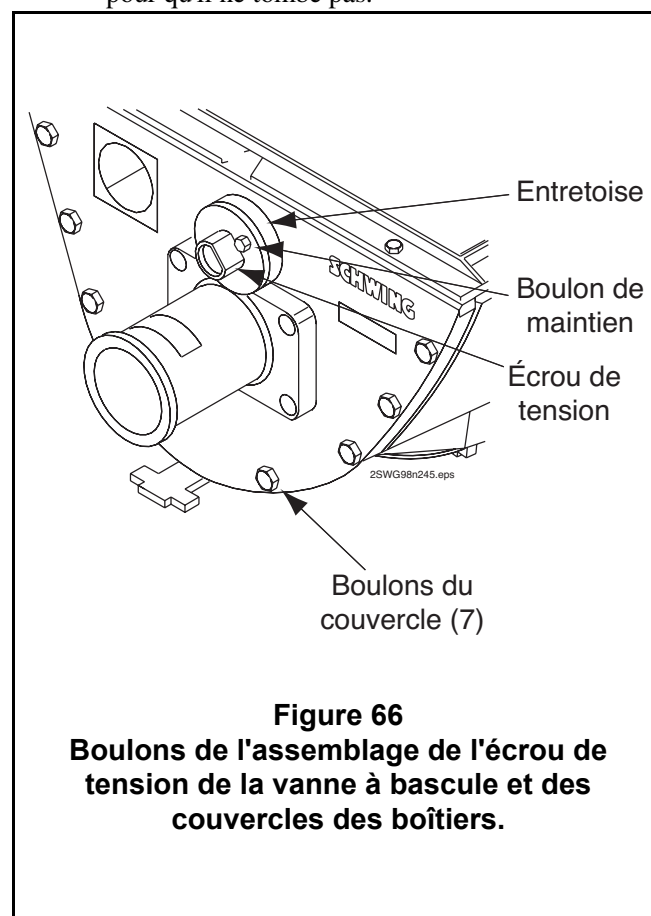

Figure 66
- Une fois par semaine, vérifiez l'écrou de tension de la vanne à bascule pour détecter un jeu éventuel (Figure 66). Pour vérifier cet écrou,
- c. Desserrez l'écrou de tension Figure 66.